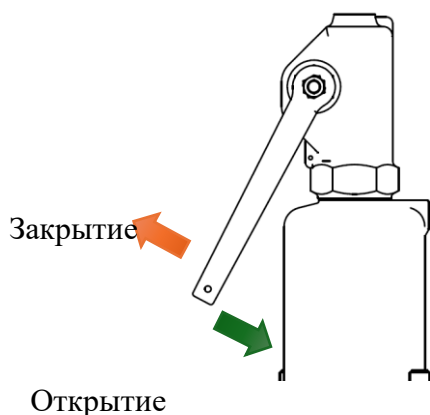

Рисунок 3
Предохранительный клапан предназначен для защиты оборудования и установок, работающих под давлением, от чрезмерного повышения давления сверх предельного значения. Когда сила давления, действующая на пробку, равна весу рабочих элементов, клапан начинает открываться. Последующее увеличение давления, необходимого для данной конструкции клапана, заставляет его полностью открываться с помощью колокола (Рисунок 3, пункт 4).
1. Снимите уплотнитель между кожухом (19) и крышкой (7).
2. Поднимите ручку до упора в положение «Закрытие» (см. рисунок 3).
3. Открутите кожух (19)
4. Ослабьте контргайку (18)
5. Открутите винт (17).
6. Открутите гайки (14), крепящие крышку (7) к корпусу (1). В случае шпилек (13) одинаковой длины гайки (14) следует откручивать равномерно и поочередно. В случае шпилек (13) разной высоты